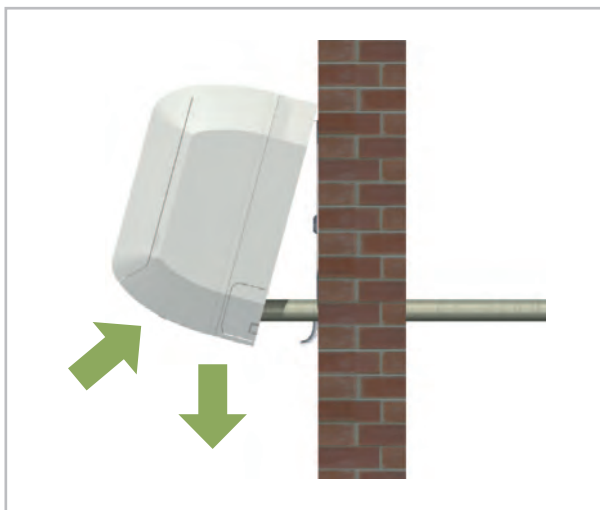

Abb. 32: Waagerechte Ausrichtung
5. ➤ Überprüfen Sie nochmals die waagerechte Ausrichtung des Gerätes. (Abb. 32)